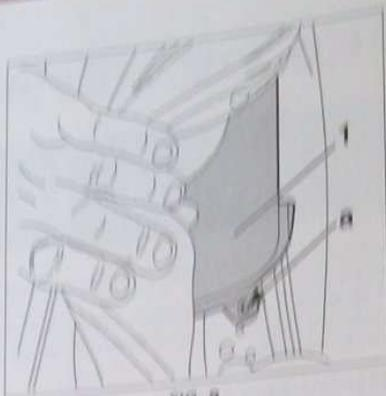

FIG. 9
- Percer la tête de rivet en (a) à l'aide d'un forêt de Ø 4,5 mm (fig. 9).
- Détacher la partie supérieure et déposer l'airbag latéral (1).